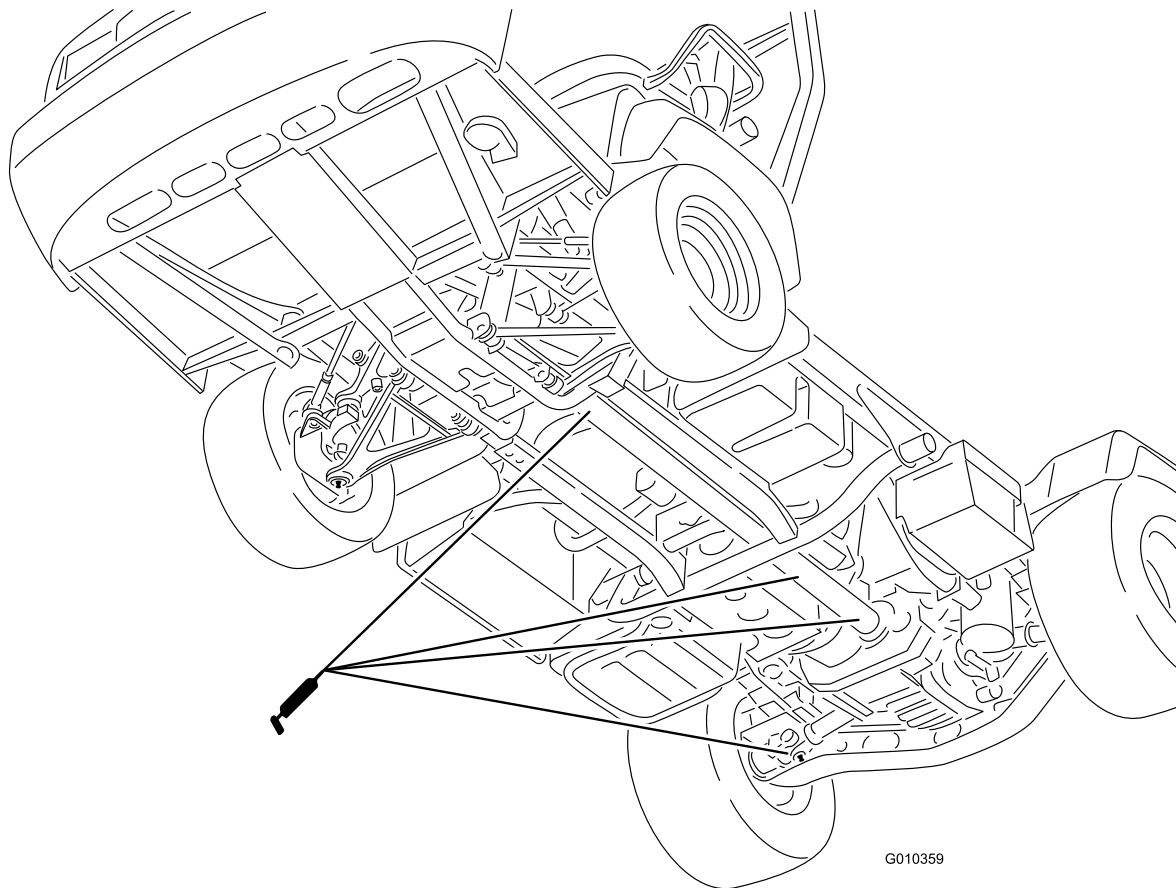

图32
- 万向节 (18 个)；请参阅图32
- 4 轮驱动轴 (3 个)；请参阅图32